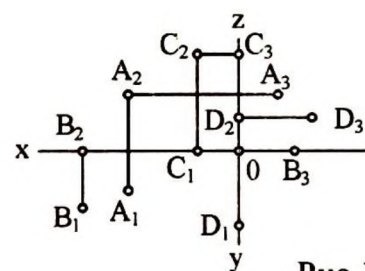

Рис. 1
- Какая точка (рис.1) лежит в горизонтальной плоскости проекций? _____
7. Какая из точек A, B, C, D (рис. 1) наиболее удалена от горизонтальной плоскости проекций?
8. Какая координата (x, y, z) точки A (рис. 1) имеет меньшее числовое значение?